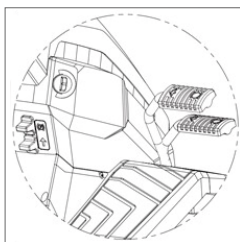

Рис. 29
- Перед запуском выжать педаль тормоза до упора и удерживать ее в нажатом положении или зажать стояночный тормоз (Рис.29).